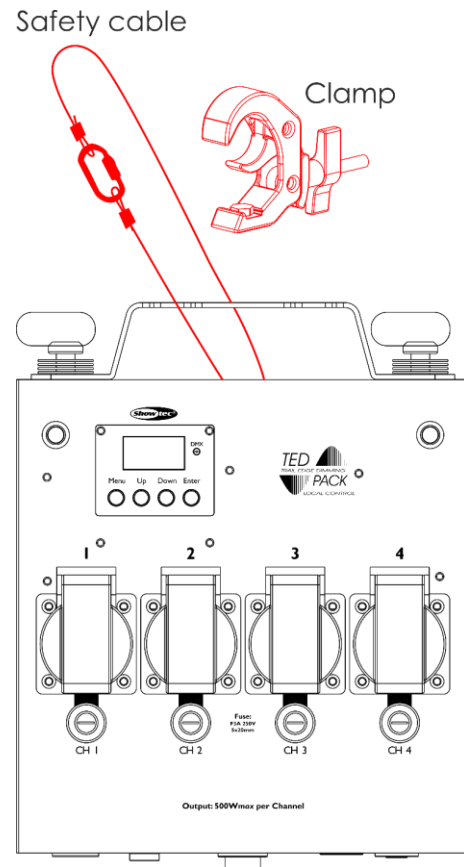

Fig. 09
- 02) Instale la abrazadera como se indica en la Fig. 09. Asegúrese de utilizar una abrazadera adecuada para sujetar el dispositivo a un truss.
- 04) Sujete el dispositivo con una suspensión secundaria, por ejemplo, un cable de seguridad. Asegúrese de que la suspensión secundaria puede soportar 10 veces el peso del dispositivo. Si es posible, la suspensión secundaria debería conectarse a una estructura de soporte independiente de la suspensión primaria. Pase el cable de seguridad a través del **anillo de seguridad (17)** como se indica en la Fig. 09.